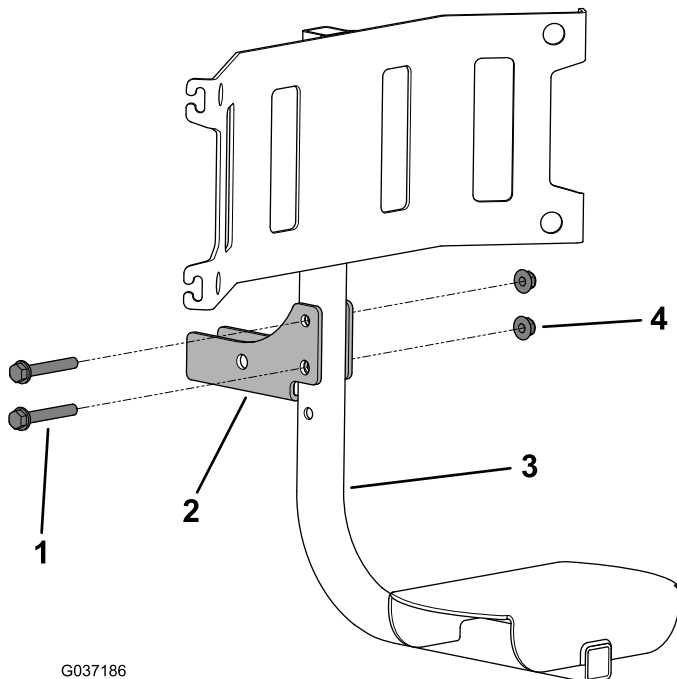

图4
4. 如图4所示，用 2 个六角凸缘螺丝（3/8 x 2-1/2 英寸）和 2 个凸缘螺母（3/8 英寸）将旋转底座支架安装到垃圾桶底座上的所需高度。